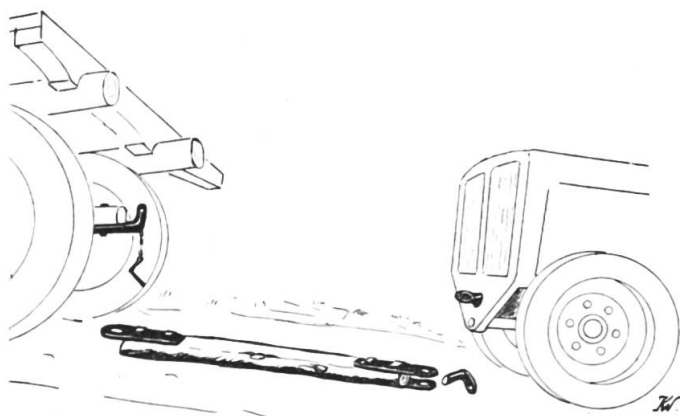

Fig. 3: dispositifs d'accrochage pour la poutre qui sert à pousser le char.
- utiliser une poutre avec un dispositif d'accrochage à chacune des extrémités (Fig. 3);